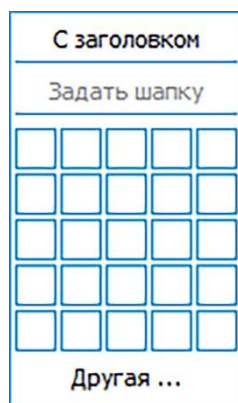
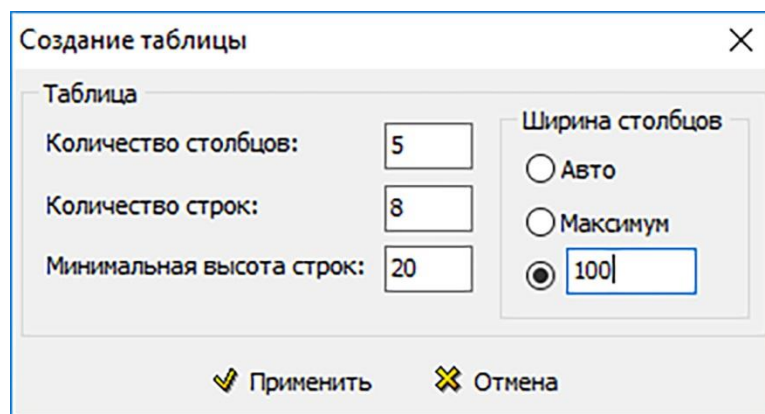

Рисунок 193
Рисунок 194
2) На панели **Вставка** у инструмента **Таблица**  нажмите на значок . При этом появится окно конфигурации таблицы (рисунок 193).
Если создаваемая таблица должна иметь больше строк и столбцов, чем имеется в трафарете, то в окне конфигурации таблицы нажмите на кнопку **Другая** (рисунок 193). При этом появится диалоговое окно **Создание таблицы** (рисунок 194).